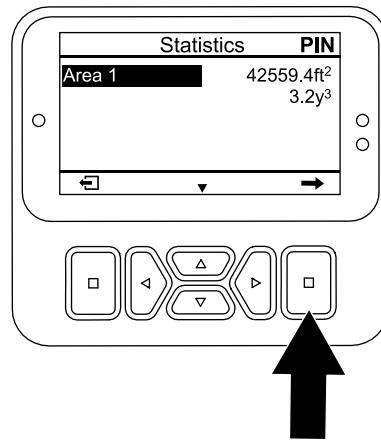

Figura 98
1. En la pantalla STATISTICS (Estadísticas), pulse el botón abajo hasta que se seleccione la opción AREA 1 (Área 1) (Figura 98).